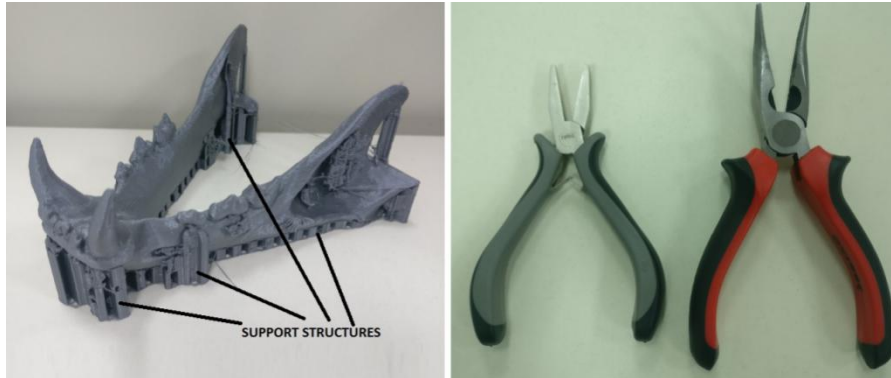

Figura 25: Strutture di supporto and pinze. [89]
- [37] Figura 25: Differenti modelli di riempimento. Fonte: <https://i.ytimg.com/vi/BMWTK2ZgJCM/maxresdefault.jpg>